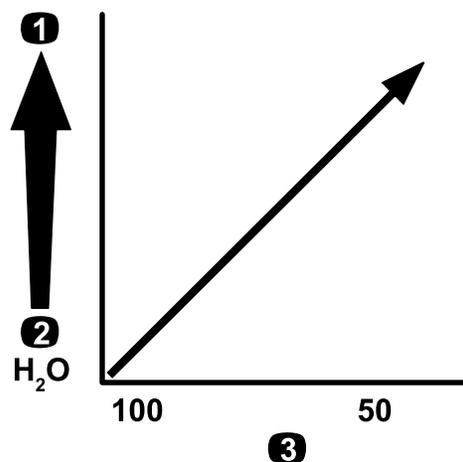

Рисунок 17
**Внимание:** При распылении химикатов с более высокой вязкостью (более плотных) или растворов со смачивающимися порошками может потребоваться применение более грубого сетчатого фильтра для приобретаемого отдельно фильтра наконечника; см. Рисунок 17.